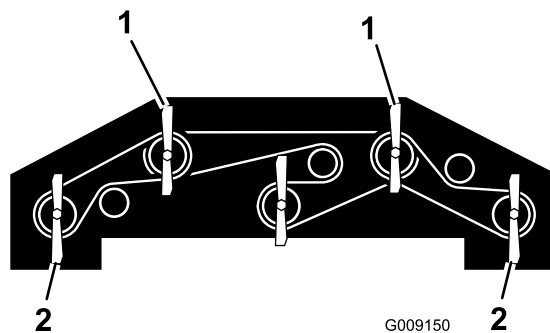

Рисунок 93
1. Поверните 2 наружных передних ножа и боковые ножи так, чтобы они были направлены прямо вперед (Рисунок 93).